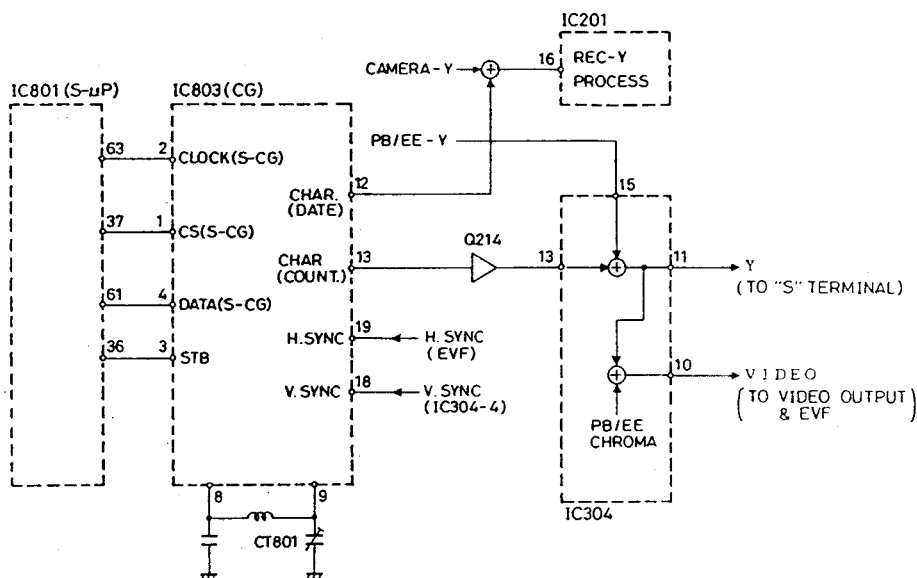

Abb. 3-10 Bildschirmdialog-Regelungsschaltkreis
8. Bildschirmdialog-Regelschaltkreis (Abb. 3-10)